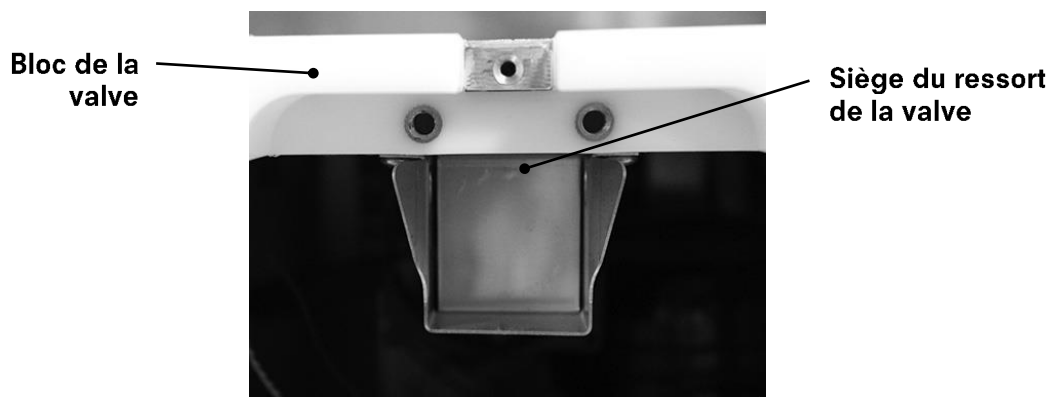

Figure 3
15. Essuyez soigneusement la zone entourant le siège du ressort de la valve et le bloc de la valve à l'aide d'un linge propre et humide (voir figure 3).